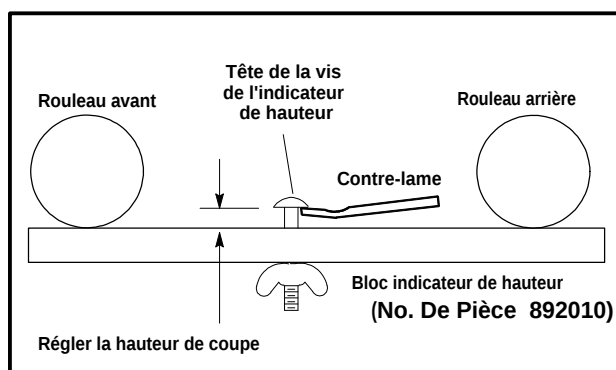

Figure 18
1. Mettre la hauteur de coupe sur l'indicateur de hauteur (Pièce No. 892010) en tournant l'écrou-papillon jusqu'à ce que la distance entre le bas de la tête de vis et le haut de l'indicateur égale la hauteur de coupe désirée (Voir la figure 18).
3. Tenir le bloc indicateur en travers du bas des deux rouleaux avant et arrière près du support de réglage des rouleaux et régler le rouleau avant jusqu'à ce que le bord de coupe de la contre-lame vienne à toucher le bas de la tête de la vis de l'indicateur de hauteur. (Voir la figure 18).